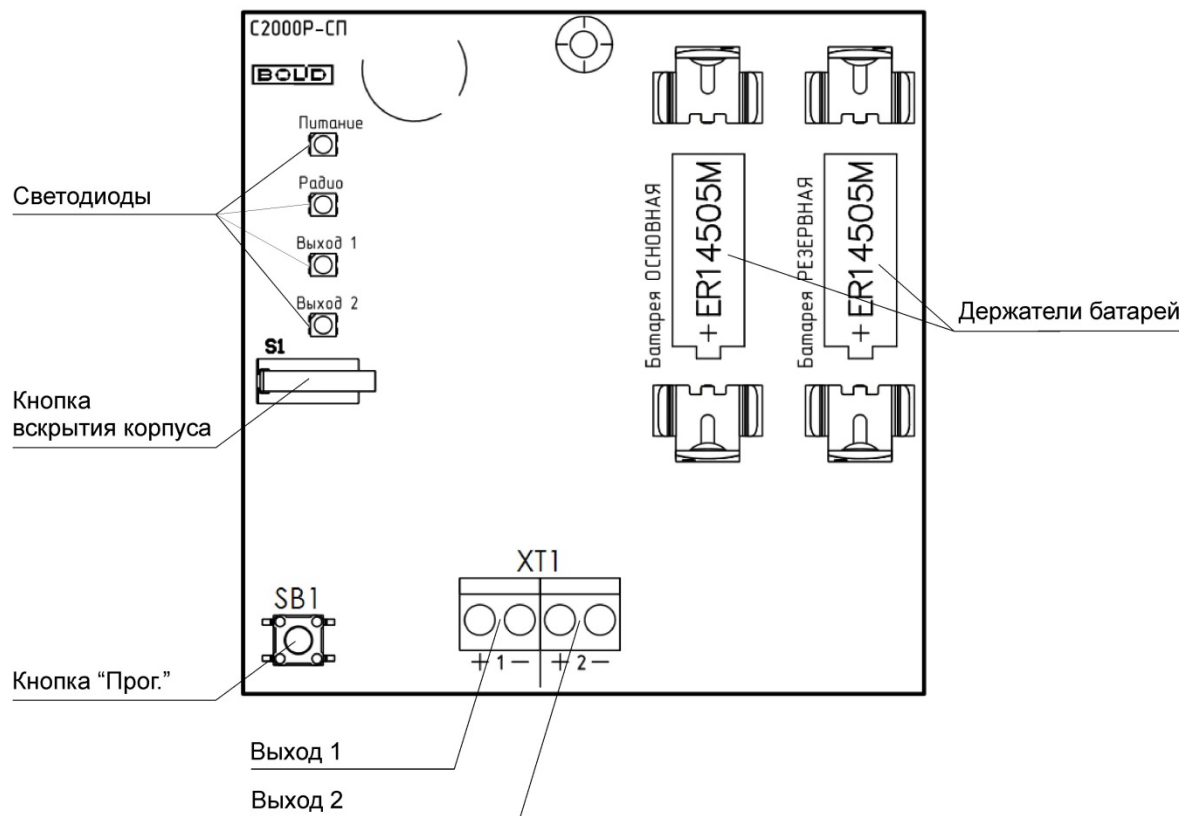

Рисунок 2.2 Расположение элементов на плате
На плате блока располагаются элементы питания, органы управления прибором и клеммы подключения исполнительных устройств (см. Рисунок 2.2):
- Зажать кнопку «Прог.» на плате блока (см. Рисунок 2.2) на время более 3 секунд.